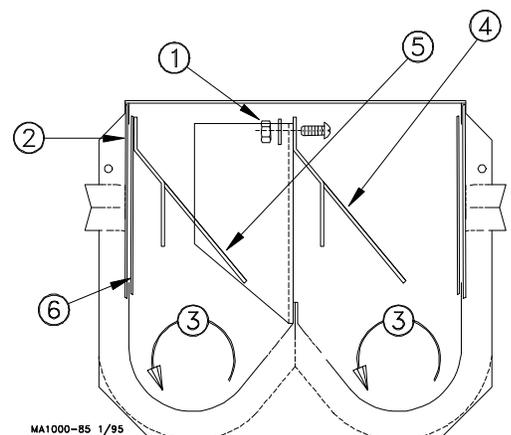

Figura 29. Instalación del deflector de bota con salida doble (vista del final)
La Figura 29 muestra los deflectores de bota con salida doble Modelo 90 instalados. **Las Figuras 30 y 31 muestran las instalaciones opcionales de deflectores de botas para sinfines que salen en varias direcciones.**
1. Quitar las tapas para limpiar para poder instalar el deflector del lado derecho dentro de la bota con salida doble como se muestra en la Figura 29.